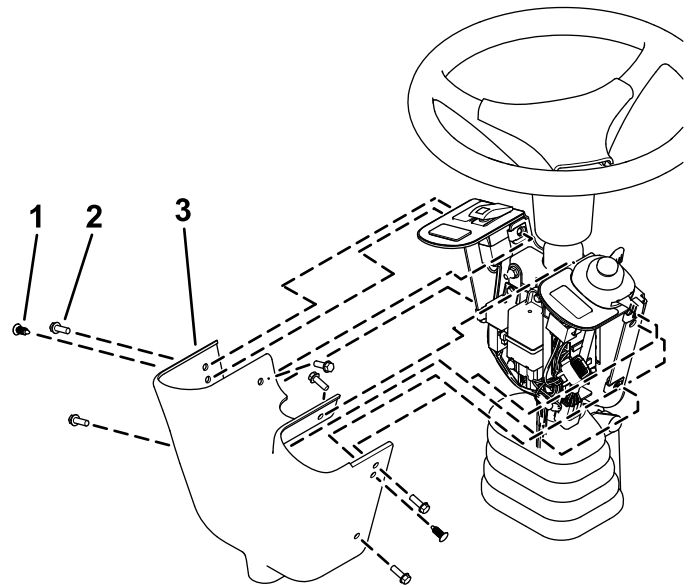

Figure 13
16. Fixez le couvercle de commande sur le support de commutateurs à l'aide de 2 rivets à pression et de 6 vis à tête hexagonale (1/4 x 3/4 po), comme montré à la Figure 13.